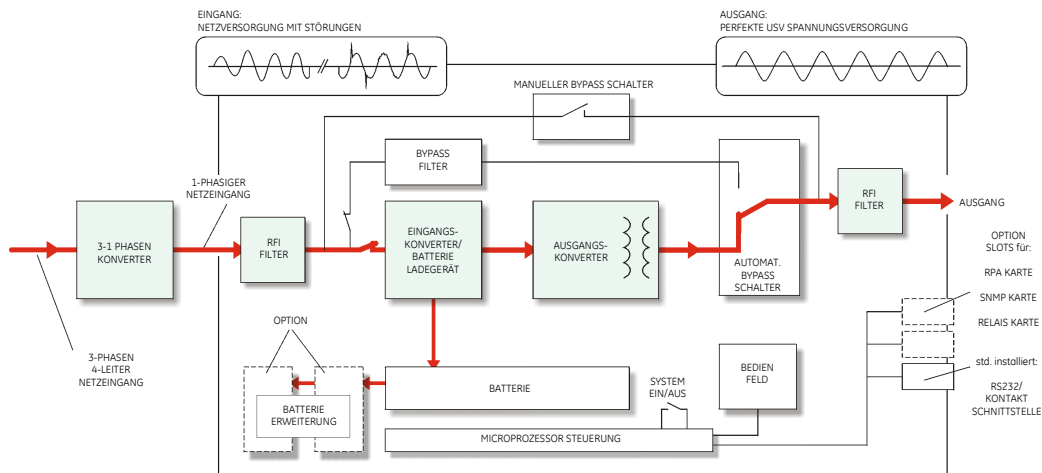

Bild 2. Blockdiagramm der LP 31T USV, Netzspannung vorhanden
Da elektrische Energie nur als Gleichspannung (DC) in Batterien gespeichert werden kann, die Netzversorgung aber Wechselspannung (AC) führt und die Verbraucher auch eine Wechselspannung (AC) benötigen, hat die USV am Eingang einen Gleichrichter (AC zu DC Wandler) und am Ausgang einen Wechselrichter (DC zu AC Wandler) (siehe Abb. 2).